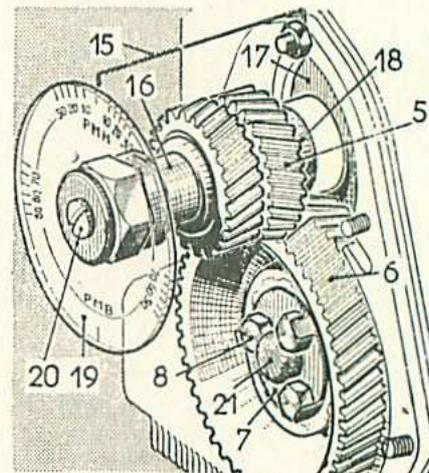
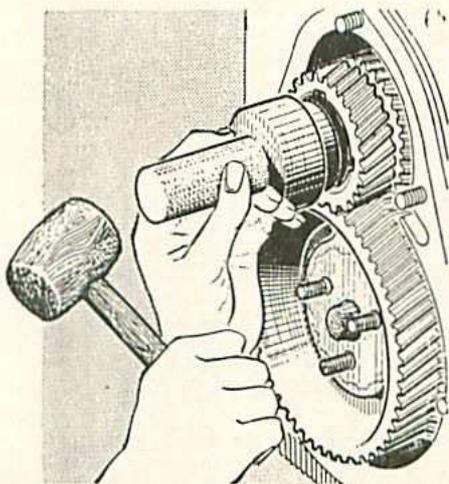

Fig. 19. — Contrôle d'un calage de la distribution.
Fig. 21. — Mise en place du couple de distribution.
- Vérifier si la rondelle obturatrice (17) (fig. 19) est bien montée sur le vilebrequin.
- Poser la clavette sur l'embout de vilebrequin, puis visser l'outil Wilmonda DAG (16 et 18) (fig. 19), sans le disque gradué (19).
- Poser le pignon de vilebrequin (5) sur l'outil D A G.
- Poser le disque gradué, son repère P M H se trouvant dirigé vers le haut (à peu près dans l'axe vertical). Monter un fil de fer (15) soit sur un des goujons du couvre-engrenage, soit sur un des goujons du boîtier de commandes auxiliaires. Couder ce fil de fer, pour faire coïncider sa pointe avec le repère P M H du disque gradué.
- Mettre en place la roue de distribution (6) sur les trois goujons-guides, la touche de couleur vers le haut.
- Déposer le mandrin, puis à l'aide d'un tampon Wilmonda DAV) et en frappant avec un maillet sur le manche (fig. 21) pousser à fond le pignon sur le vilebrequin, tout en faisant suivre, dans le même plan, la roue avec ses dents engrénées suivant les repères à la craie. Faire attention de ne pas coincer le piston compensateur (12) (fig. 19) du mano-contact (l'emploi des 3 goujons-guides permet d'éviter cet inconvénient).
- Poser le frein (7) sur les goujons-guides et remplacer, un par un, ces derniers par les vis (8). Bloquer ces vis avec un couple de  $2,5 \pm 0,5$  m.kg mais ne pas les freiner encore.